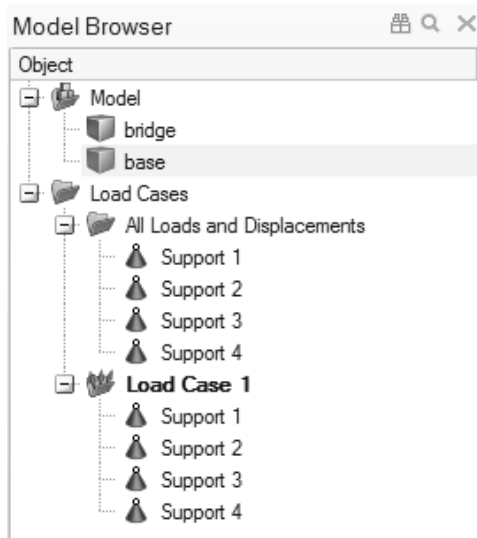

图 4-43
6) 选择 Part 2 并在模型浏览器中将其重命名为 base，如图 4-43 所示。